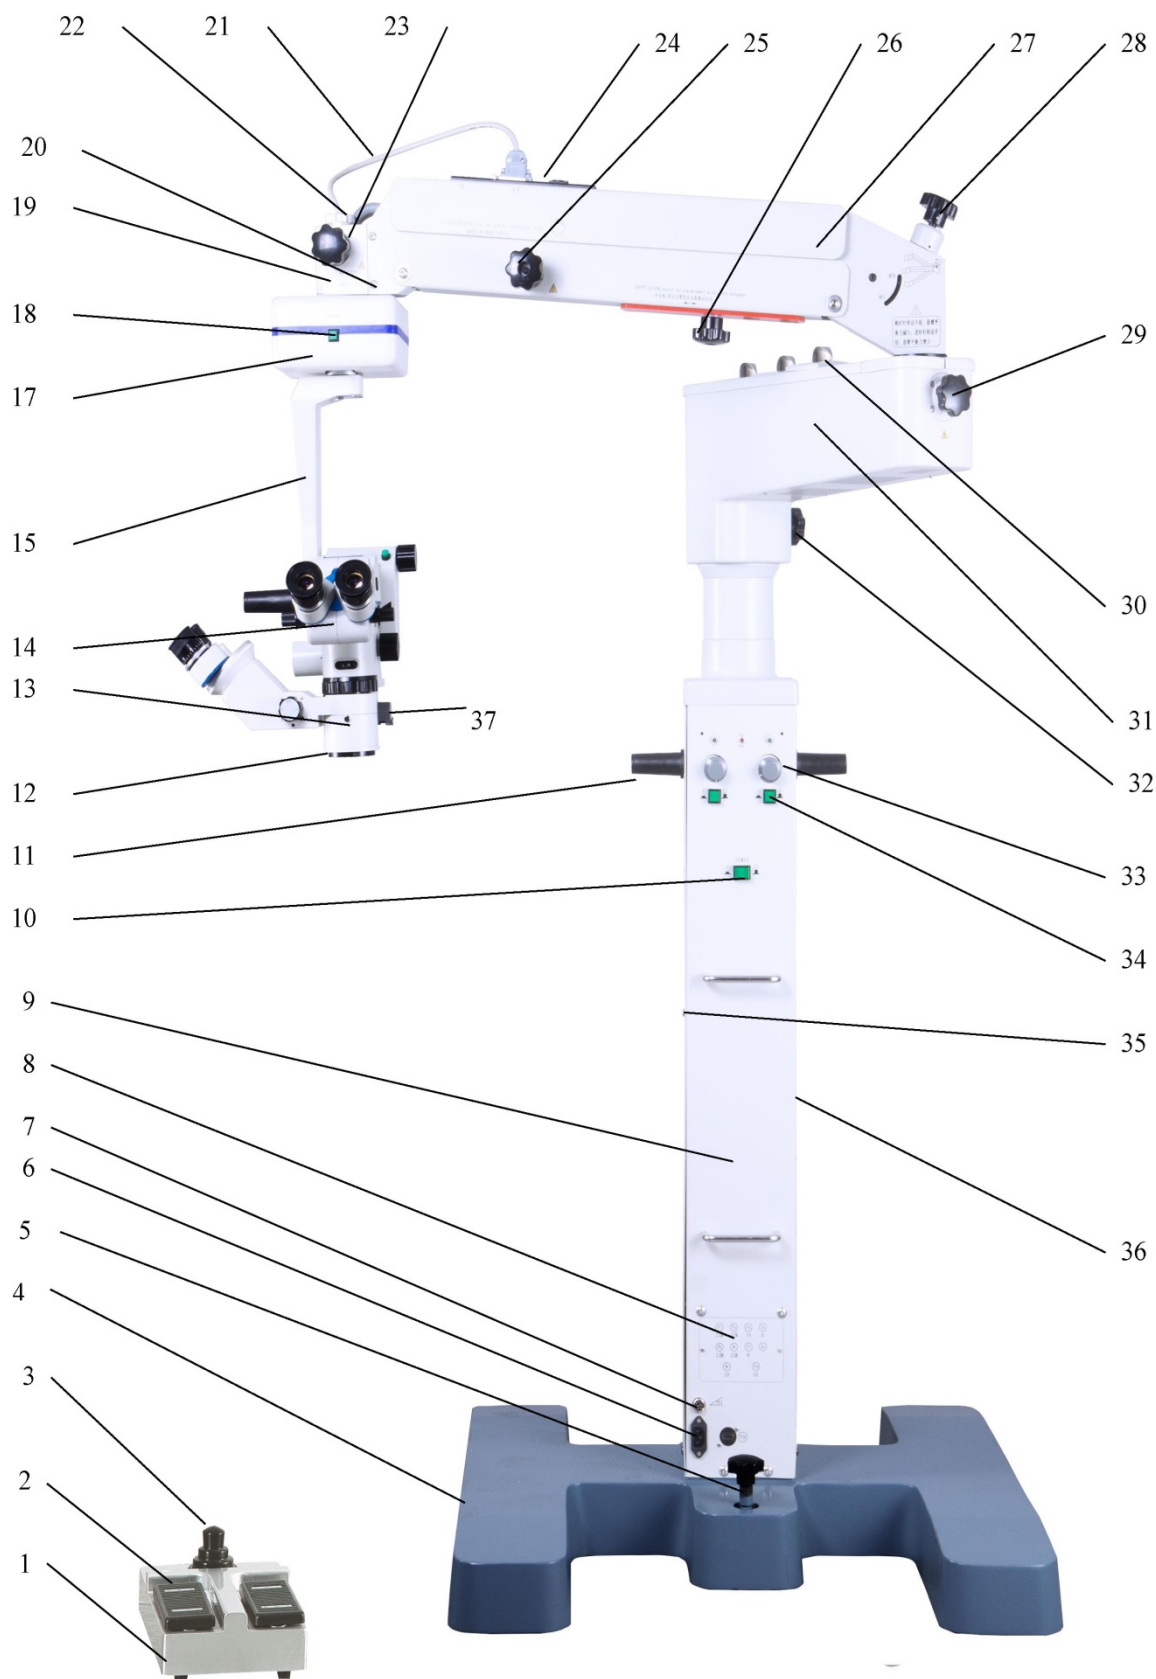
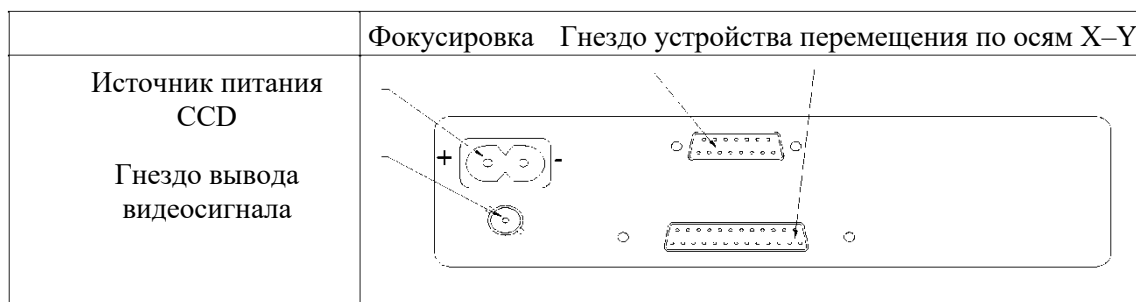

Рис. 2
Рис. 11. Плата с гнездами
Как показано на рис. 2, инструмент состоит из таких элементов, как педальный переключатель (1), основание (4), консоль (27), устройство перемещения по осям X–Y (17), главный хирургический микроскоп 45Q (14), головка микроскопа (13) и т. д.
Инструмент упакован в 4 отдельных ящика (см. рис. 2):
См. рис. 2 и соответствующие чертежи ниже.
См. рис. 2. Основание, имеющее форму Ξ , обеспечивает высокую устойчивость. Устройство не переворачивается даже при выдвижении рабочего рычага на максимальную длину. Основание оснащено универсальной системой роликов, которая позволяет удобно перемещать микроскоп по поверхности пола. После определения местоположения устройства необходимо заблокировать блокирующую ручку (5) и зафиксировать устройство на полу во избежание его перемещения во время работы. Перед перемещением устройства необходимо ослабить ручку (5).
См. рис. 2. Электрический блок (9) и главная стойка (36) образуют общий узел электронного управления в сборе с колонной. На лицевой панели электрического блока (9) расположен переключатель (34) источника холодного света. На электрическом блоке (9) расположена ручка регулировки яркости (33) для постоянной регулировки яркости источника холодного света. Под крышкой предохранителей (8) располагается ряд предохранителей. Возможность снятия крышки обеспечивает удобную замену предохранителей. Помимо этого, главная стойка и электрический блок также содержат гнездо педального переключателя (7), главный выключатель питания (10) и ручку (11). Все элементы системы контура электрического управления располагаются внутри колонны (см. раздел 10). Ослабьте 12 винтов на двух сторонах колонны и снимите лицевую панель в сборе с контурами для выполнения операций технического обслуживания.
См. рис. 2. Поперечный рычаг (31) с блокирующей ручкой (32) установлен на верхней части стойки (36) и обеспечивает вращение вокруг колонны с углом $\nless 200^\circ$.
См. рис. 2. На консоли (27) расположена ручка балансировки (28). Поворачивайте ручку (28) по часовой стрелке для уменьшения уравнивающей нагрузки и против часовой стрелки для ее увеличения. Консоль микроскопа способна выдерживать вес от 3 до 18 кг. После достижения равновесия головки хирургического микроскопа по массе ослабьте ручку ручной блокировки (25); головка хирургического микроскопа будет поддерживать равновесие в пределах от -30° до $+30^\circ$ с возможностью свободного подъема и опускания. Это означает, что головка регулируется по высоте в пределах 600 мм для выполнения операций на разной высоте. После регулировки затяните блокирующую ручку (25) и зафиксируйте консоль. Ослабьте ручку (26) и перемещайте блокирующий ползунок (20) вверх и вниз для ограничения положения консоли (27). Перемещайте ползунок в направлении, указанном стрелкой, для увеличения минимального предельного положения, или в обратном направлении для его уменьшения. После перемещения ползунка заблокируйте его с помощью ручки (26). (Положение инструмента по высоте было отрегулировано на заводе перед отгрузкой; повторная регулировка не требуется, за исключением случаев добавления дополнительных приспособлений на головку или изменения высоты койки.) Над консолью располагаются розетка 12 В для источника питания CCD (**примечание: при подключении источника питания CCD обратите внимание на положительные и отрицательные полюса вилки и источника питания**), гнездо вывода видеосигнала, гнездо для устройств приближения и фокусировки и одно гнездо для перемещения по осям X–Y (см. рис. 11).
См. рис. 2. Устройство перемещения по осям X–Y (17) обеспечивает возможность перемещения головки хирургического микроскопа по осям X и Y (± 25 мм) для удобного приближения к объекту операции. Система оснащена устройством для предупреждения о достижении предельного положения.